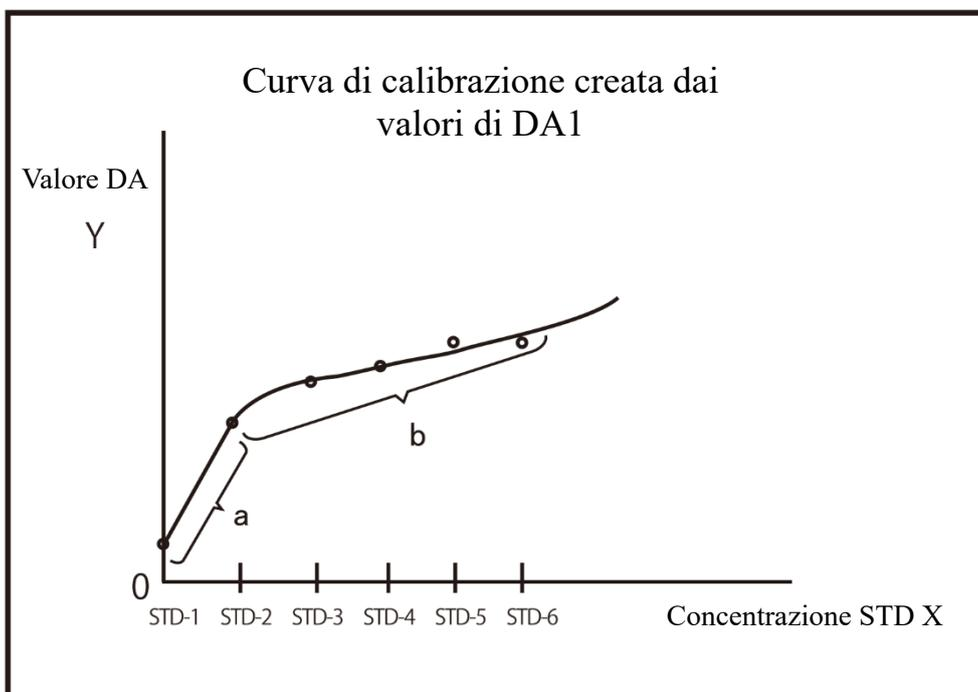

Figura 1
- Adattamento lineare → tra STD-1 e STD-2 (Figura 1-a)
- Adattamento cubico → tra STD-2 e STD-6 (Figura 1-b)